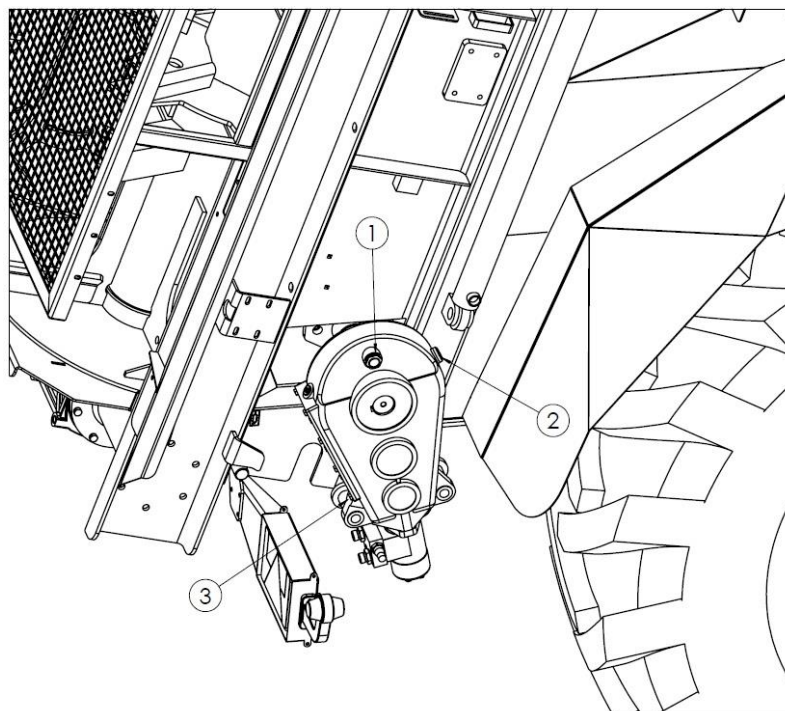

Рисунок 34. Точки контроля уровня масла редуктора напольного конвейера. 1 - заливное отверстие (сапун), 2 - контрольный глазок, 3 - сливная пробка
Для слива масла из редуктора (рис. 34, 35) необходимо открутить сливные пробки (3). Через заливное отверстие (1) заливаете новое масло в редуктор до тех пор, пока оно не появится в контрольном глазке (2). Правильный уровень масла достигается тогда, когда масло видно посередине контрольного глазка.